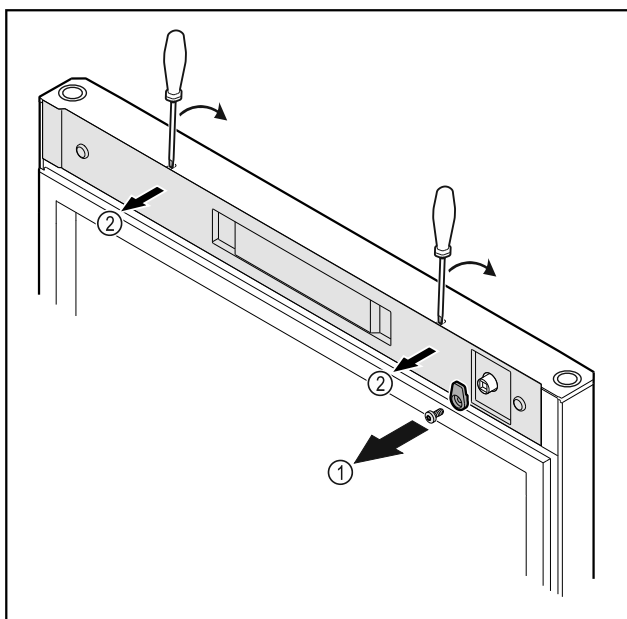

Fig. 6
- ▶ Открутите запорный крючок Fig. 6 (1).
- ▶ С помощью небольшой отвертки освободите крышку Fig. 6 (2) от фиксации и снимите ее.